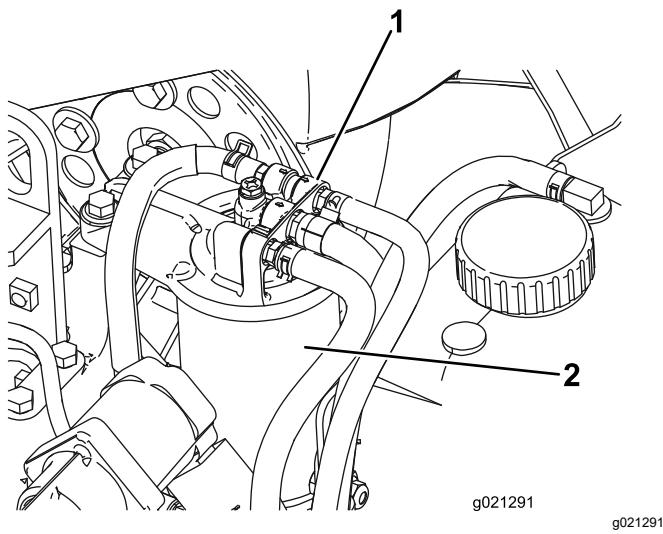

図 82
1. 燃料フィルタのヘッドの周囲をきれいに拭く図 82。
2. フィルタを外してフィルタヘッドの取り付け部をきれいに拭く図 82。